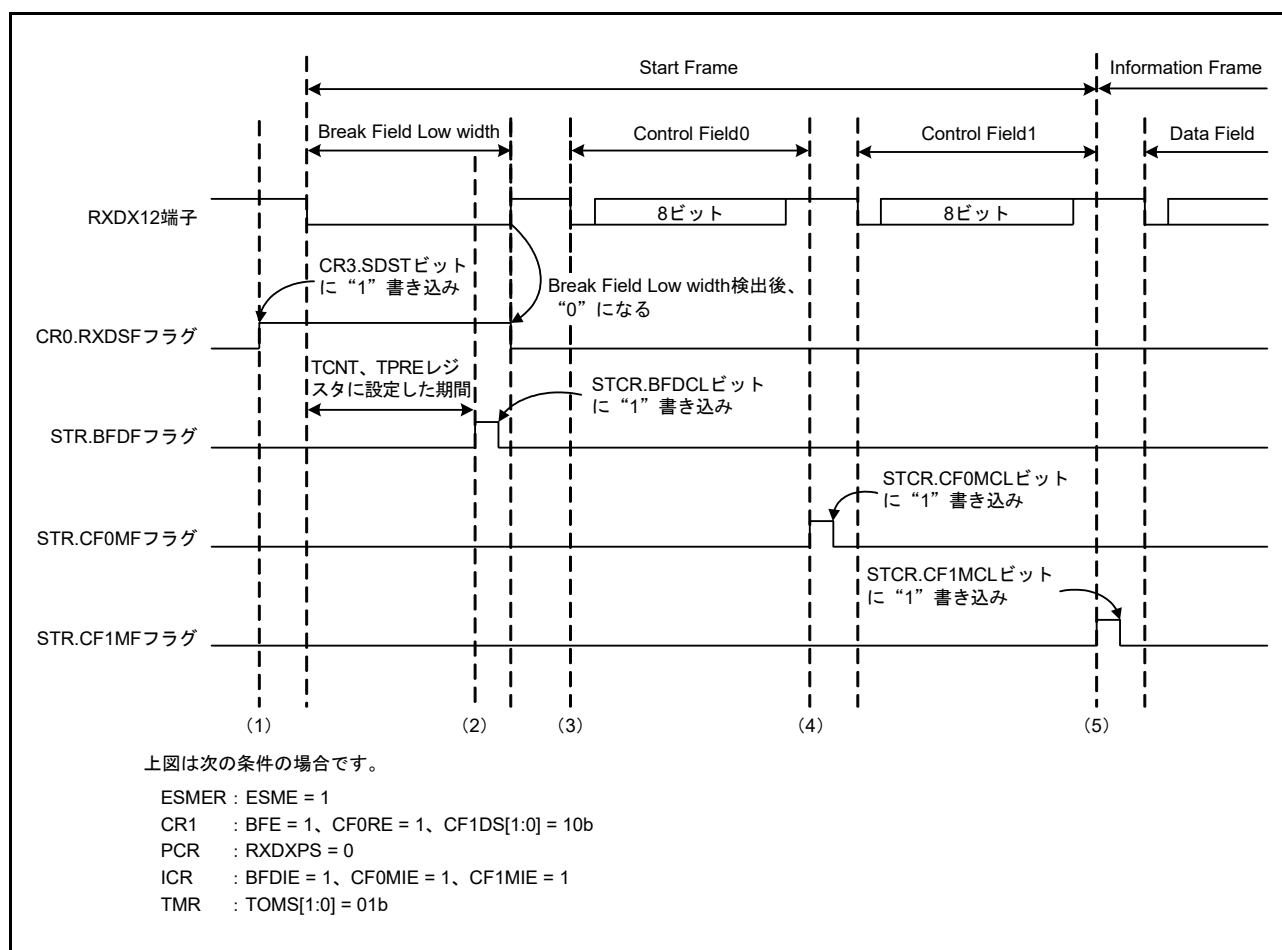
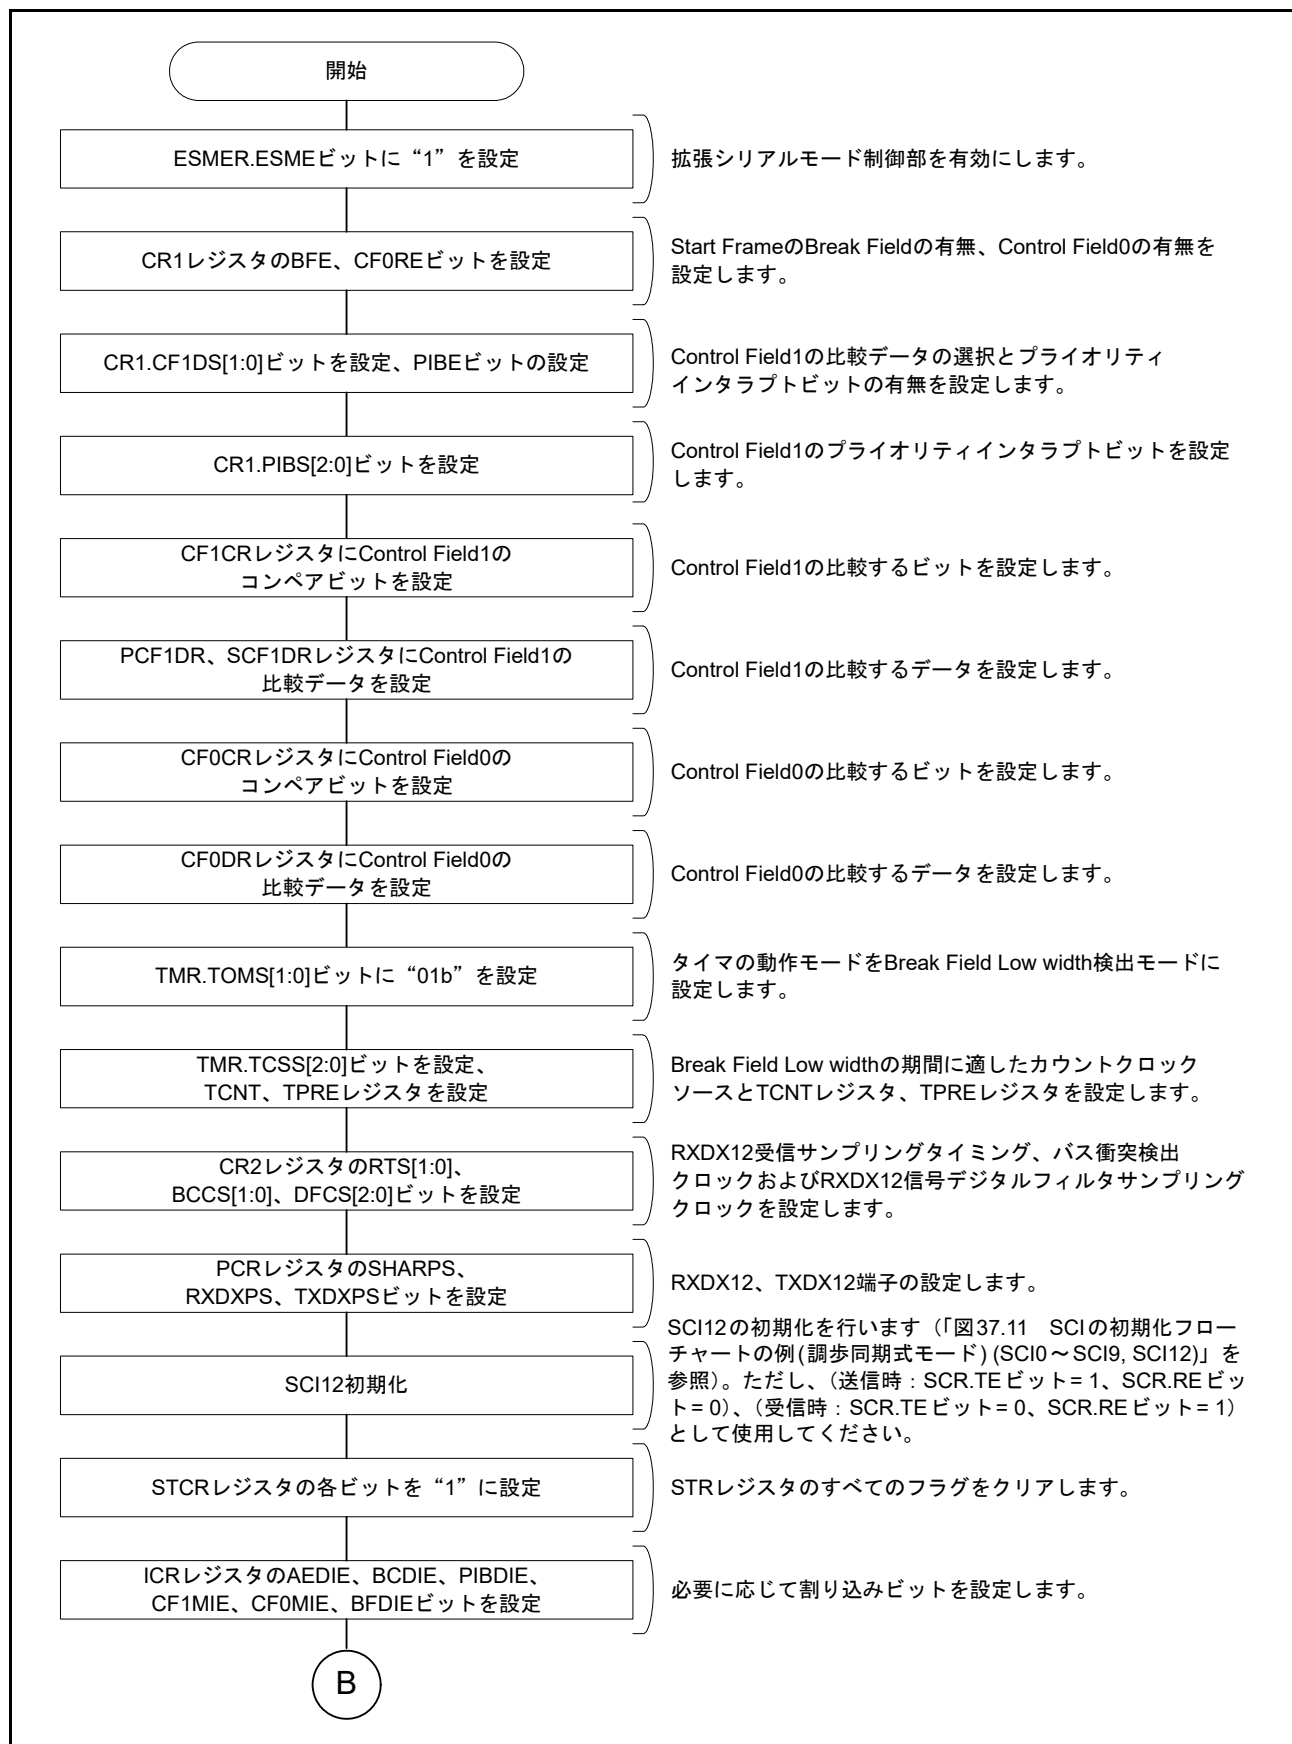
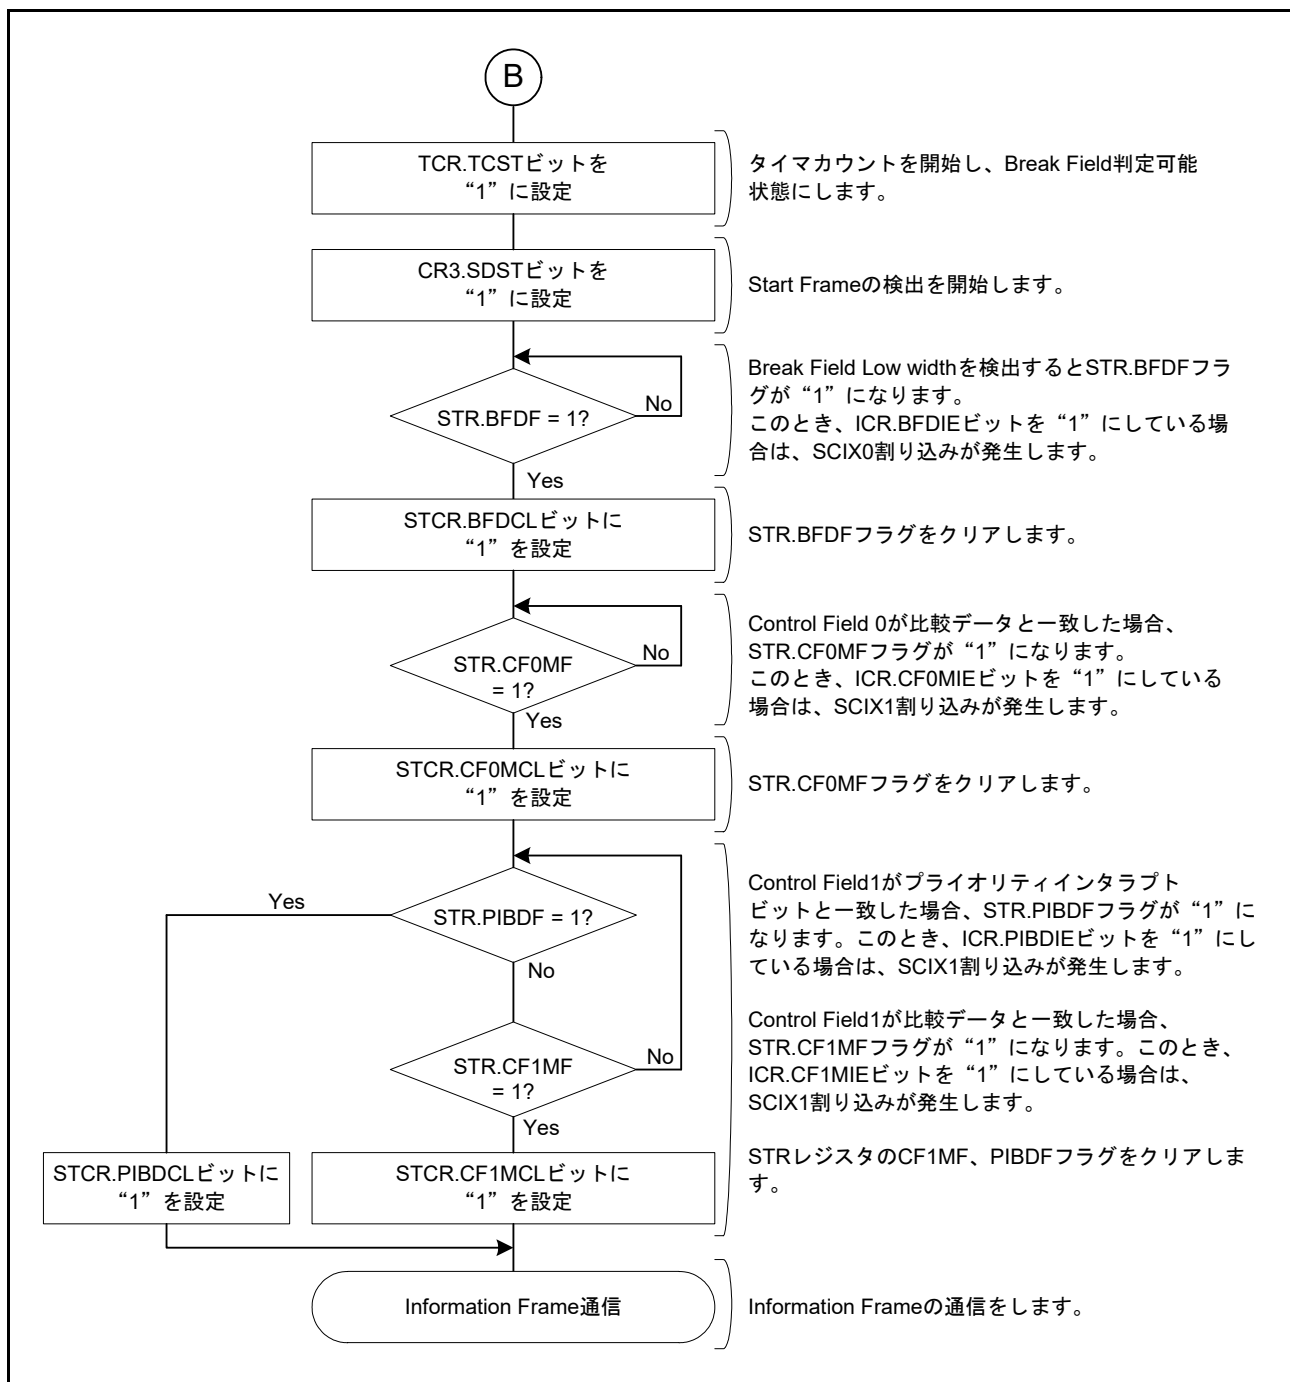
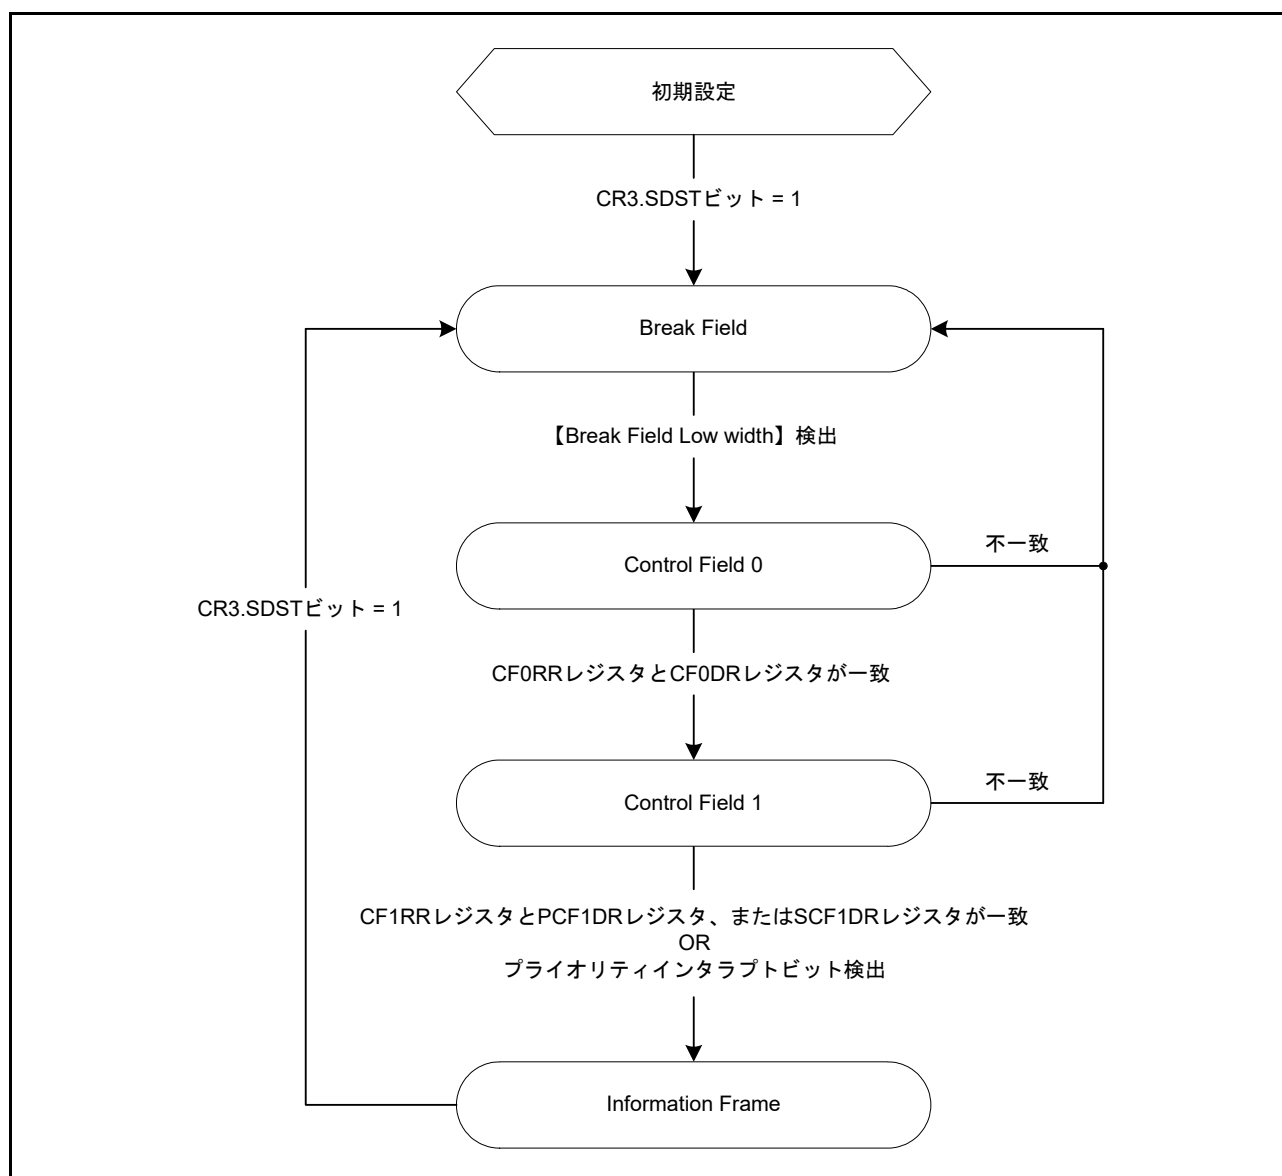

図 37.68 Start Frame 受信時の動作例
図 37.69 Start Frame 受信フローチャート例 (1)
図 37.70 Start Frame 受信フローチャート例 (2)
図 37.71 Start Frame 受信時の状態遷移図
図 37.68 に Break Field Low width、Control Field 0 および Control Field 1 で構成される Start Frame の受信時の動作例を示します。また、図 37.69、図 37.70 に Start Frame の受信を行うためのフローチャート、図 37.71 に Start Frame 受信時の状態遷移図を示します。
(1) ～ (4) は図 37.68 の Start Frame 受信時の動作例 (1) ～ (4) と同様になります。
(5) CR1.PIBS[2:0] ビットで指定したビットの値が PCF1DR レジスタに設定した値と一致した場合、STR.PIBDF フラグが“1”になります。また、ICR.PIBDIE ビットを“1”にしている場合は、SCIX1 割り込みが発生します。その後、Information Frame の通信を行います。Control Field 1 で受信したデータが PCF1DR レジスタまたは SCF1DR レジスタに設定したデータのどちらとも一致せず、プライオリティインタラプトビットも検出しない場合は、Break Field Low width 検出前の状態に遷移します。